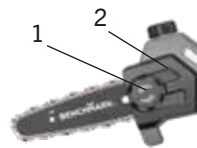

FIG. 6
6. Remplacez le couvercle du pignon (1) (Fig.6) sur le pignon (2) (Fig.6) et tournez le bouton du couvercle du pignon dans le sens des aiguilles d'une montre pour serrer.